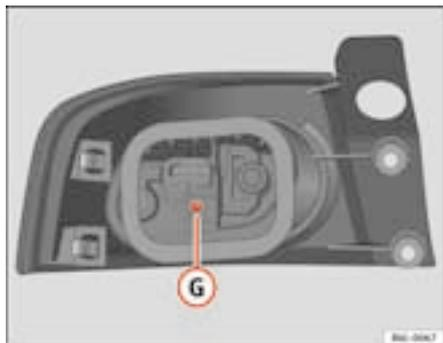

Fig. 161 Luce posteriore sulla carrozzeria
- Svitare la vite **G** ⇒ fig. 161.